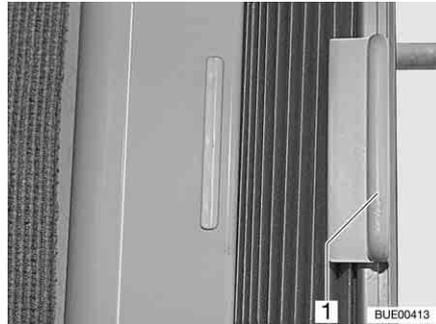

Fig. 38 Tendina oscurante pieghevole
**Apertura e chiusura:** ■ Tenere la tendina oscurante pieghevole per la maniglia (Fig. 38,1) e spingere verso sinistra o verso destra.